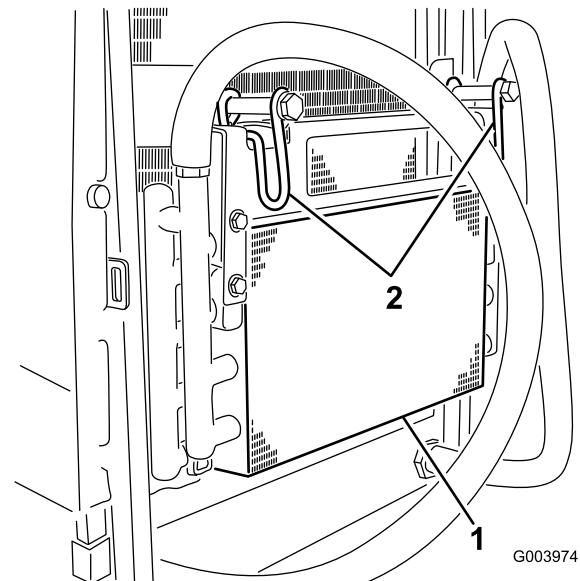

Figura 57
5. Girate i fermi verso l'interno per rilasciare il radiatore dell'olio (Figura 57).